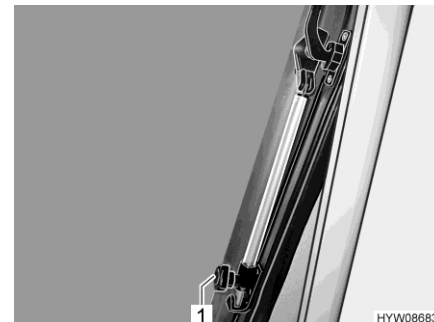

Fig. 42 Deflettore a rotazione (oblò panoramico)
- Aprire l'oblò panoramico fino alla posizione desiderata e fissarlo mediante il pomello zigrinato (Fig. 42,1).
- Ruotare il pomello zigrinato (Fig. 42,1) fino a che l'arresto viene sbloccato.